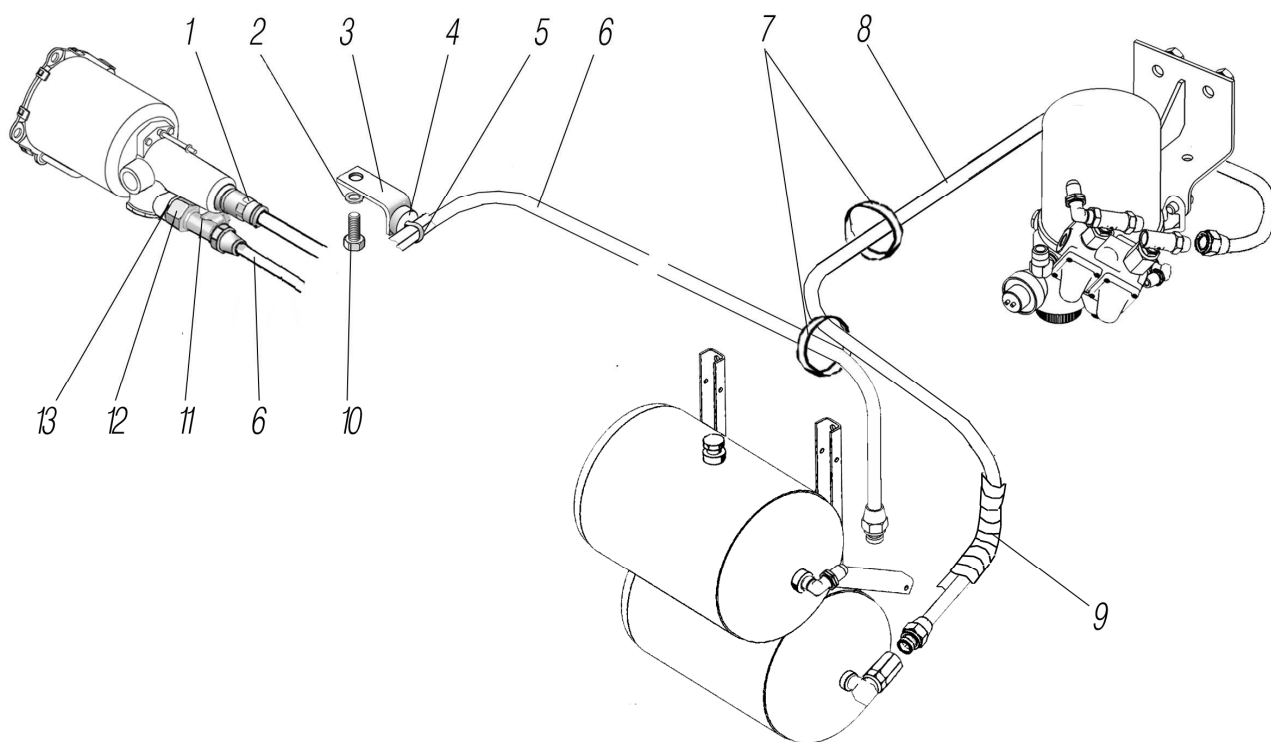

Рисунок 2.3
*¹ См. рисунок 2.3
See figure 2.3